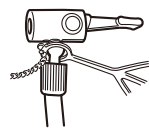

図15
- 2 口金の口金レバーが図15のようにおきていることを確認します。